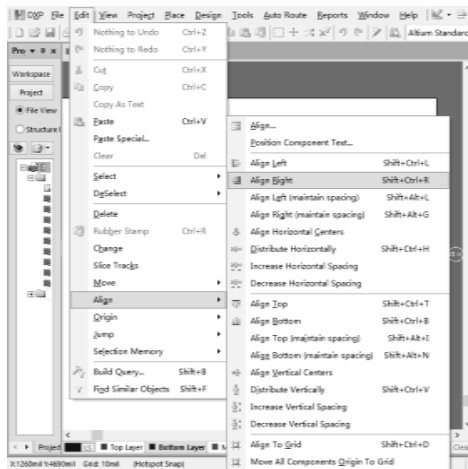

图 3.2.25 选择“Align (对齐)”命令
(4) 选择“Edit (编辑)” “Align (对齐)”命令实现元件布局时的合理排列, 如图 3.2.25 所示。